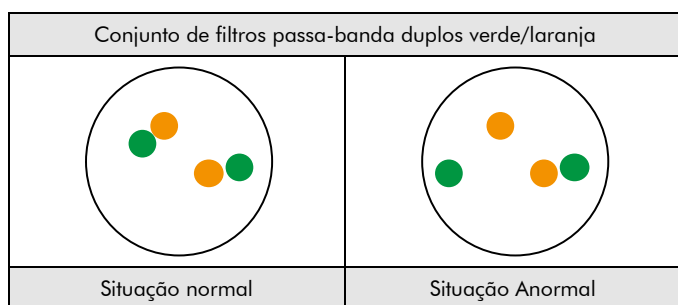

Fig. 2: Resultados esperados em núcleos normais e anormais
**Situação normal:** Nas interfases de células normais ou de células sem uma translocação que envolva a região do gene MYB, aparecem dois sinais de fusão verde/laranja (ver Fig. 2).
**Situação anormal:** Uma região do gene MYB afectada por uma translocação é indicada por um sinal verde separado e um sinal laranja separado (ver Fig. 2).